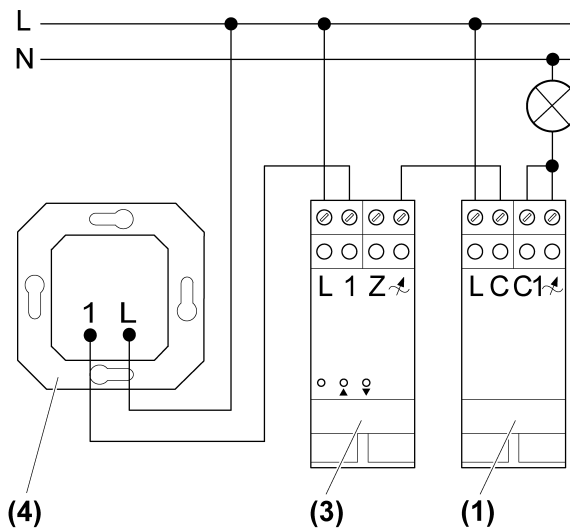
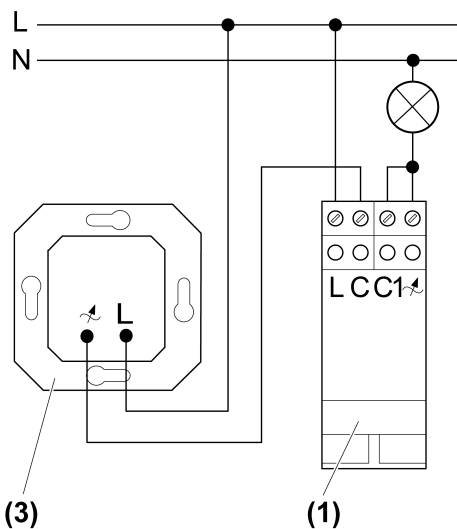
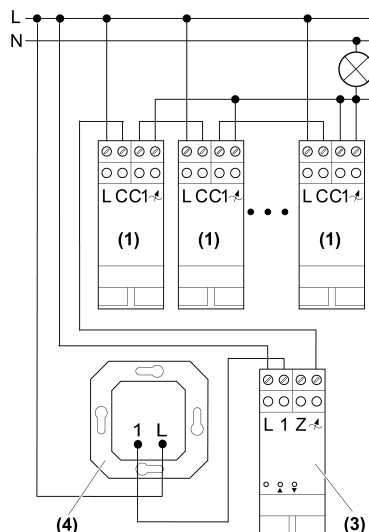

Figura 2: Schema di collegamento con variatore di luce REG
Figura 3: Schema di collegamento con variatore di luce SI
Figura 4: Schema di collegamento per più elementi di potenza
- Collegare l'elemento di potenza secondo lo schema di collegamento, schema di collegamento con variatore di luce REG (figura 2), schema di collegamento con variatore di luce SI (figura 3) o schema di collegamento per più elementi di potenza (figura 4).